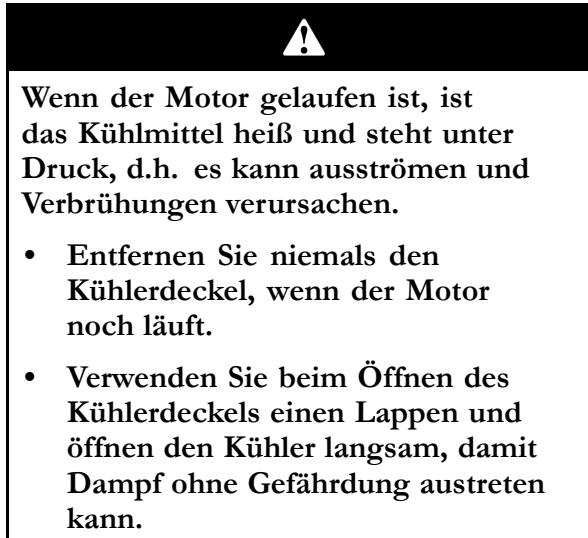

Bild 15
- Schrauben Sie den Kühlerdeckel und den Deckel vom Ausdehnungsgefäß vorsichtig ab (Bild 15).